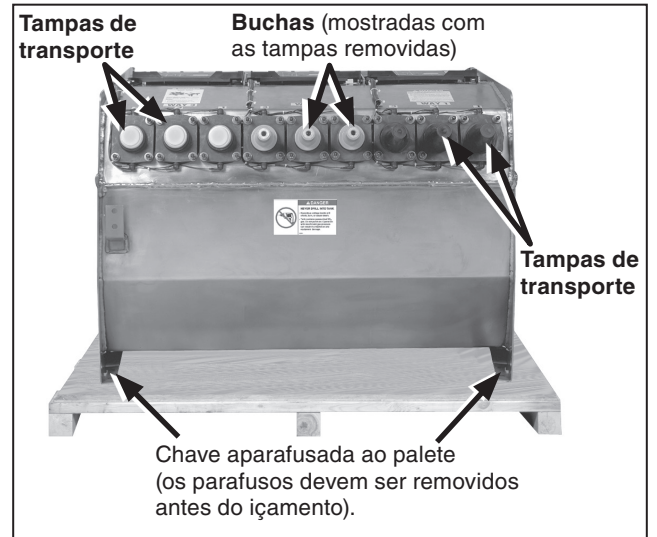

Figura 4. Para o transporte, a chave é fornecida aparafusada em quatro pontos do palete.
**PASSO 1.** Remova todo o material de embalagem ou as espumas ao redor da janela de visualização e verifique se o ponteiro do medidor de pressão de gás aponta para a zona Verde. Se não estiver na zona Verde, entre em contato com a S&C Electric Company. Ver a seção “Medidor de Pressão de Gás” na página 18 para mais informações. Desparafuse o tanque do palete, remova a chave do engradado e icle a chave até o local da instalação, observando as precauções citadas na seção “Manuseio” na página 8. Ver Figura 4.